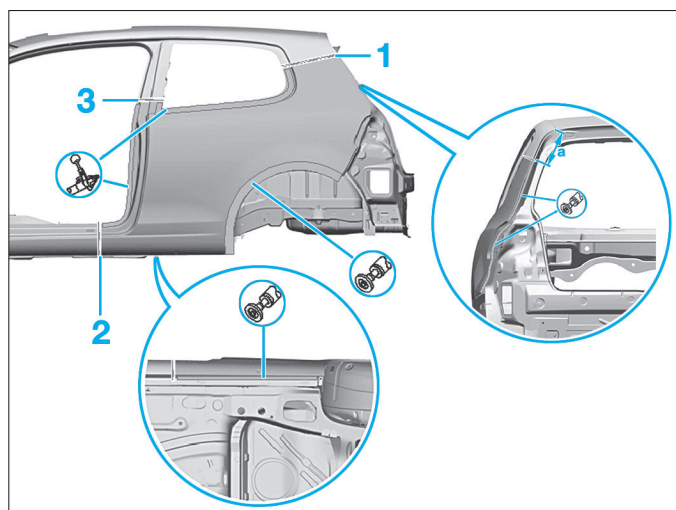

FIG. 128
- Procéder au découpage suivant les lignes (1), (2) et (3) représentées sur la figure (Fig.128).